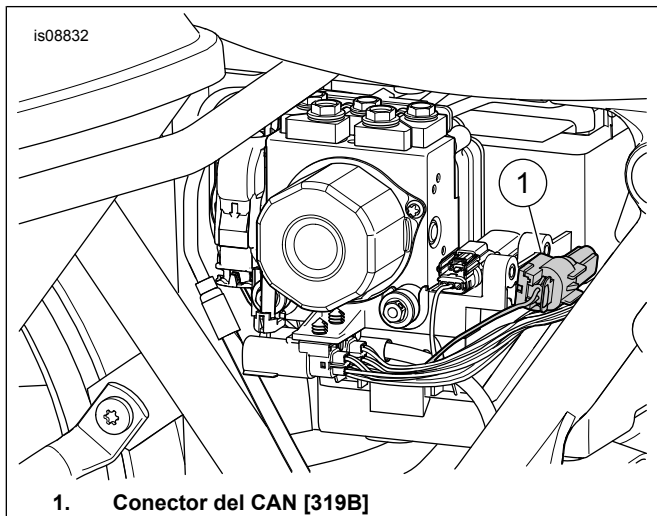

Figura 3. Conector del CAN [319B], debajo de la cubierta lateral derecha
- c. Consulte Figura 3. Ubique el conector del CAN Delphi de 2 vías [319B] (1) debajo de la cubierta lateral derecha.